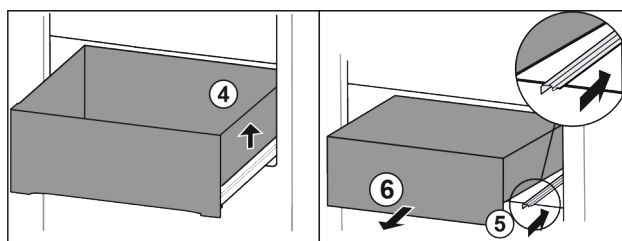

Fig. 89
- Lade rechts optillen. Fig. 89 (4)
- Rechter rail erin schuiven. Fig. 89 (5)
- Lade naar voren toe verwijderen. Fig. 89 (6)